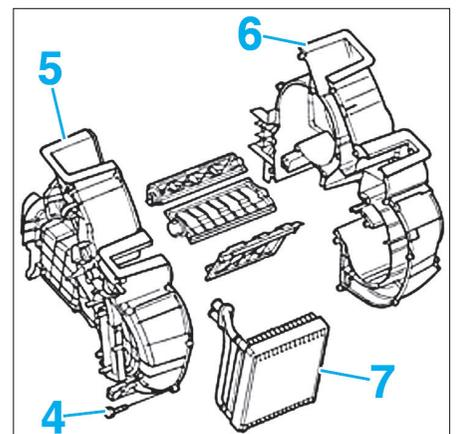

FIG. 17
- Déposer les vis de fixations (4), puis séparer le sous ensemble (5) et (6) (Fig.17).
- Extraire l'évaporateur (7).